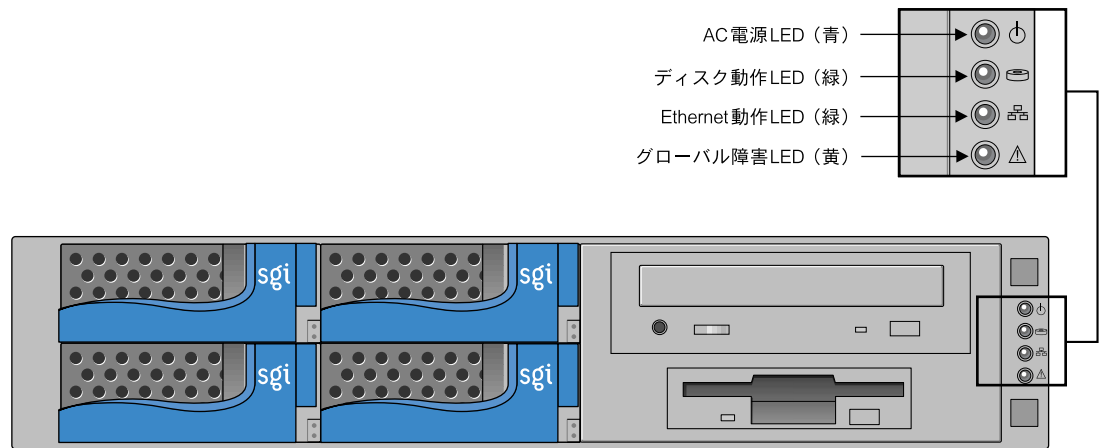

図 1 フロントカバーを取り外した SGI 1200 の前面図
3. フロッピーディスクドライブから、ドライブ保護カードを取り出します (ある場合)。図 1 に、サーバ前面のドライブの位置を示します。この図は、フロントカバーを取り外した状態を表しています。
フロントパネルの AC 電源 LED (39 ページの図 1 を参照) が点灯していることを確認します。これらの LED の詳細については、該当するサーバの「ユーザズガイド」を参照してください。